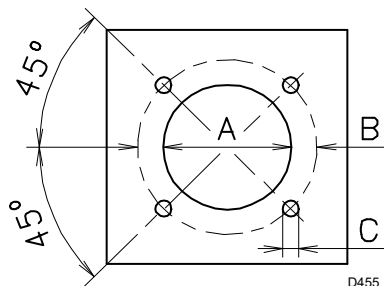

Рис. 6
5.3 Плита котла (Рис. 6)
Просверлите отверстия в плите, которая закрывает камеру сгорания, как на Рис. 6. Положение резьбовых отверстий можно разметить с помощью теплового экрана из комплекта горелки.